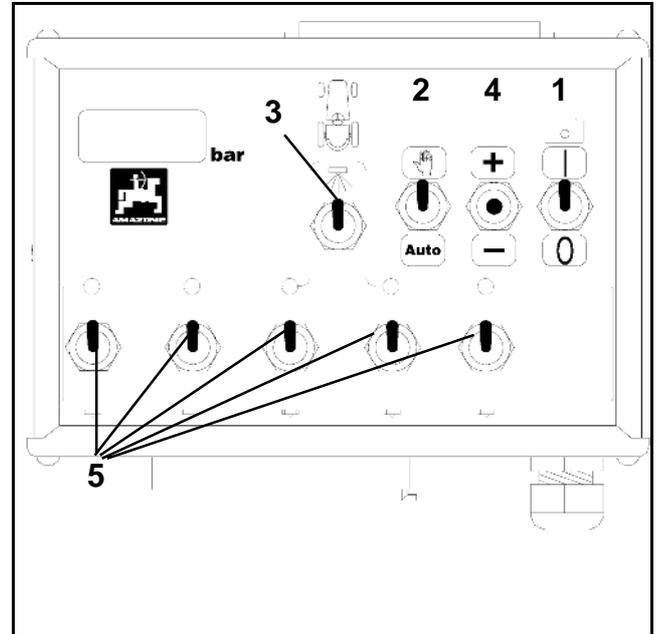

Fig. 7.15
- Colocar el conector / desconector (Fig. 7.15/1) para la alimentación de corriente de la caja de distribución en posición "I". La lámpara de control roja se prende y la caja de distribución está dispuesta para la operación.
- Colocar conmutador de programa (Fig. 7.15/2) en posición "Operación manual"
- Interruptor (Fig. 7.15/3) para conexión y desconexión central de varillaje en posición "I". Abrir las válvulas de anchos parciales y de las toberas sale agua.
- Activar el pulsador ± (Fig. 7.15/4) hasta que la indicación de presión de rociado indique una **presión de 4 bar**.
- Cerrar un ancho parcial del varillaje de rociado mediante un interruptor de anchos parciales (Fig. 7.15/5). En la indicación de la presión de rociado se modifica la presión de rociado ajustada.
- Una vez efectuado el ajuste cerrar todos los anchos parciales mediante el interruptor (Fig. 7.15/3). La presión indicada también debe ser **4 bar**. Si éste no fuese el caso, repetir el ajuste de la válvula de presión constante.